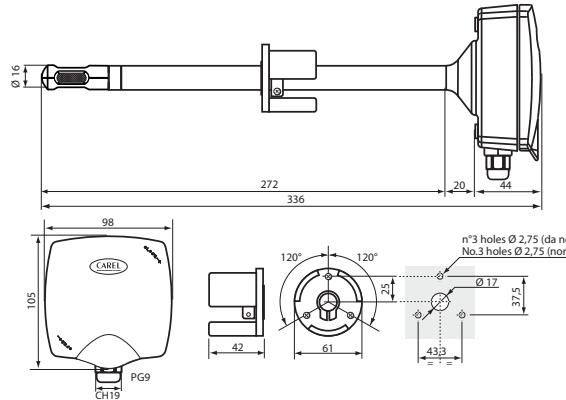

Fig. 1
- Nelle figure 1 e 2 sono indicati i punti di fissaggio per le sonde, si consigliano di utilizzare le viti fornite assieme al sensore.